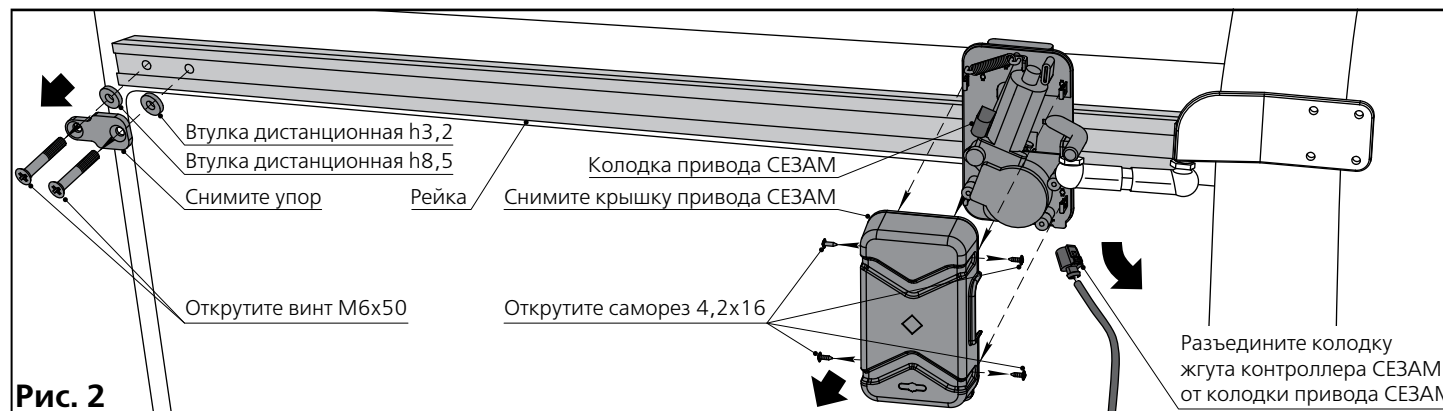

Рис. 2
3. Снимите упор открутив винты М6х50 и демонтировав втулки дистанционные (рис. 2).
4. Разъедините колодку жгута контроллера (рис. 2).